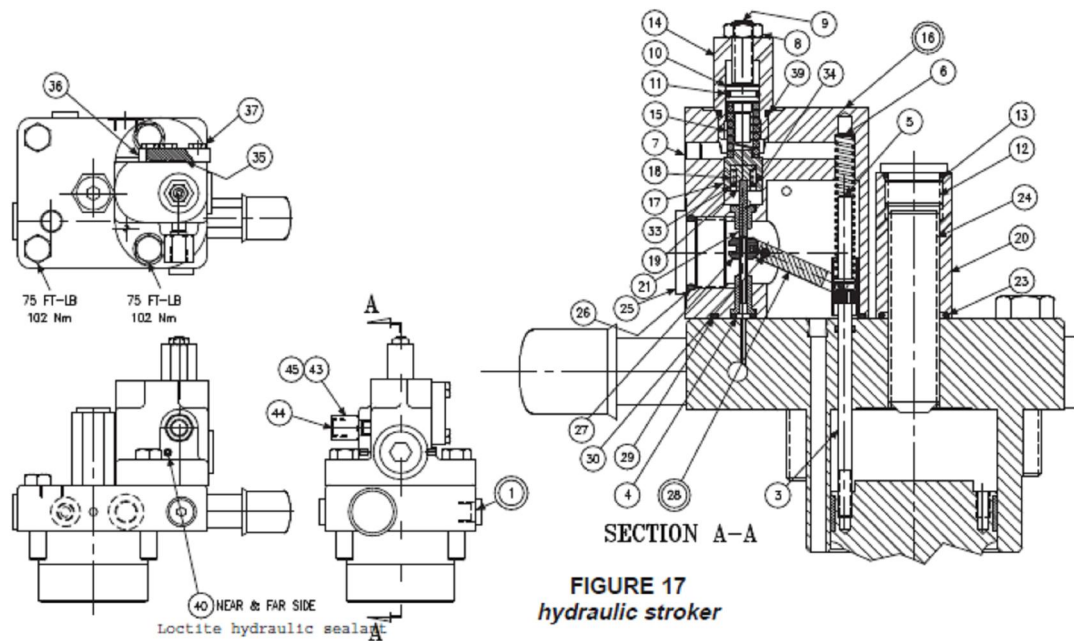

FIGURE 17
СПИСОК ДЕТАЛЕЙ РИС. 17
1. **Смотри Рисунок 17.** Переместите два винта, фиксирующих корпус, к крышке в сборе (1).
2. Переместите все детали от корпуса (16), кроме штифта и рычага в сборе (28). Не обязательно перемещать детали во избежание их повреждений либо чтобы предотвратить их изнашивание. Проверьте детали на износ или повреждение.
3. Переместите винт (3). Проверьте головку на чрезмерный износ и корпус на гладкую уплотнительную поверхность с уплотнительным кольцом.
2. Установите золотник (4) в отверстие, как показано. Разместите пружину (8) над концом золотника.
3. Установите уплотнительное кольцо (13) на пружину стопорного кольца (12). Поместите стопорное кольцо (12), винт (14) и гайку (15) в пробку (3).
4. Установите уплотнительное кольцо (7) и (16) на пробку (12). Поместите пробки (3) и (9) на корпус (1). Установите наконечник (20) и пробки (10). Затяните пробки. Поместите уплотнительное кольцо (5) в крышку.
5. Поворачивайте винт (14) до тех пор, пока держатель пружины (12) не начнет контактировать с пружинной (8). Поверните на $1 - \frac{1}{2}$ дополнительных оборота и зафиксируйте в этой позиции.
8. **Смотри Рисунок 17.** Используйте Loctite 242 на резьбе винтов (3), смажьте резьбовую головку, проденьте через крышку в распределительный поршень и закрутите на 5 футо-фунтов, 6, 78 Нм.
9. Установите на минимум стопорный винт (24) и поверните по часовой стрелке, чтобы запустить насос на полный ход. Измерьте высоту от регулирующей крышки до верхней части винта (3). С распределительным поршнем, работающим на полном ходу, размеры должны соответствовать $45 \pm 0,3$, $11,4 \pm 0,76$ мм. Отвинтите минимальный стопорный винт (24), чтобы не было контакта с распределительным поршнем.
10. Вдавите штифт (30) в корпус (16), через отверстие (28), до $\frac{1}{4}$, 6,35 мм ниже поверхности. Используйте гидравлический герметизирующий состав Loctite для резьбы винтов (40) и установите над штифтом (30).
11. Вдавите золотник (21) в стопорное кольцо (19). Осторожно: не используйте чрезмерную силу. Положите золотник/ стопорное кольцо в сборе в золотник (17) с пружинной (18) и шайбой (34). Закрепите стопорным кольцом (33).
12. Тогда как муфта (27) вставлена в установочный штифт на соединении (28), делайте перемещение вверх золотника в сборе в отверстие корпуса (16), и через муфту (27). Золотник (21) должен свободно и легко передвигаться во всех позициях соединения (28).
13. Соберите все остальные элементы в корпус (16), согласно показанной выше схеме. Затяните пробку (12).